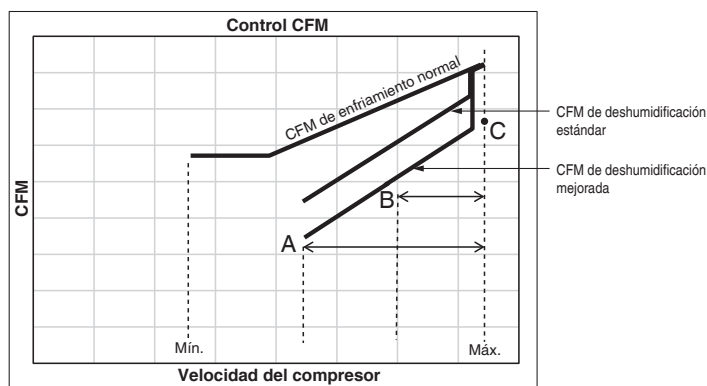

Figura 1
- En Deshumidificación mejorada, el flujo de aire interior es inferior al de Deshumidificación estándar. El ajuste "A" permite una gama de compresor más amplia con CFM más bajo que en Deshumidificación estándar. El ajuste "B" limita el rango de funcionamiento del compresor y mantiene una alta capacidad de deshumidificación. En el ajuste "C", el sistema opera de forma fija al 100 % del compresor y flujo de aire. Vea la figura 1.